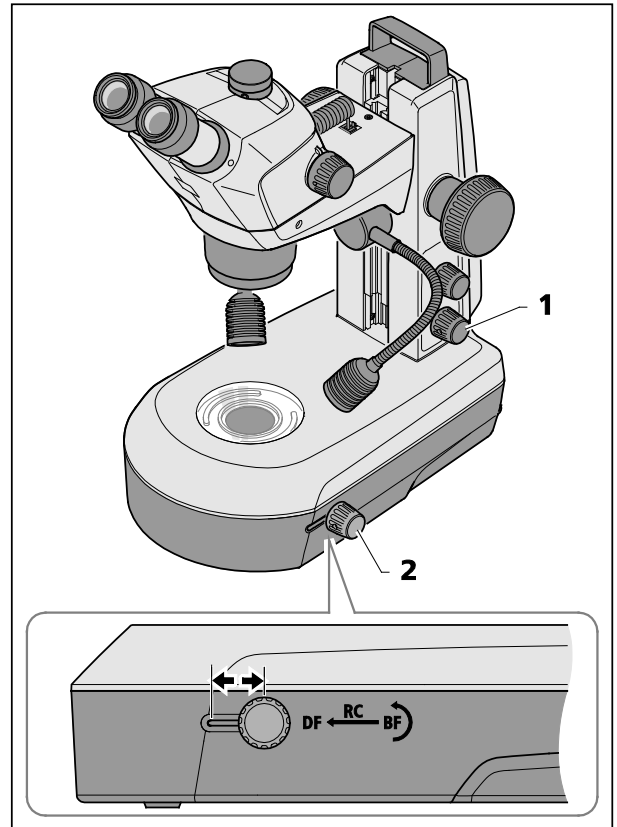

Fig. 26 Unidad de luz transmitida en el estativo K LAB
- Al pulsar el botón giratorio inferior (Fig. 26/1), conectar la luz transmitida.
- Al desplazar el botón giratorio / corredizo (Fig. 26/2) hacia la posición trasera, ajustar el campo claro (BF).
- Al girar el botón giratorio / corredizo (Fig. 26/2), intercalar el espejo claro o difuso resp. desplazar el ángulo de inclinación.
- Al desplazar el botón giratorio / corredizo (Fig. 26/2) hacia la posición delantera, se conmuta a la iluminación de campo oscuro (DF).
Al desplazar el botón giratorio / corredizo (Fig. 26/2) a una posición central y al inclinar el espejo, se generan efectos de luz oblicua (RC); muy bien apropiado para hacer visible estructuras de objetos no teñidos.